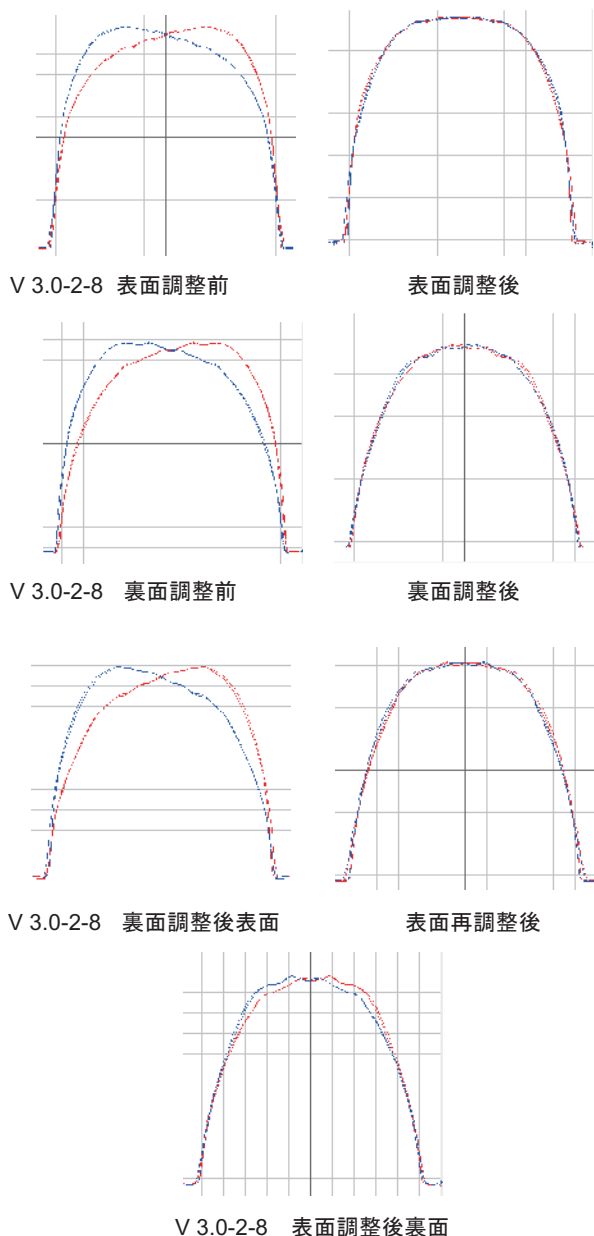

図12 V 3.0-2-8の調整経過を示すグラフ
- ・表面、次いで裏面を調整の後、再度表面を検査すると、表面のバランスが崩れ、再調整が必要があった。再び裏面を検査すると、少しバランスが崩れていることがあった。例を図12に示した。このように、調整前のバランスの崩れが大きいリードは無理に調整せずに廃棄する方が賢明であると思われる。表面、裏面、どちらも微調整で済んだ場合は、反対の面に影響が出ることはなかった。